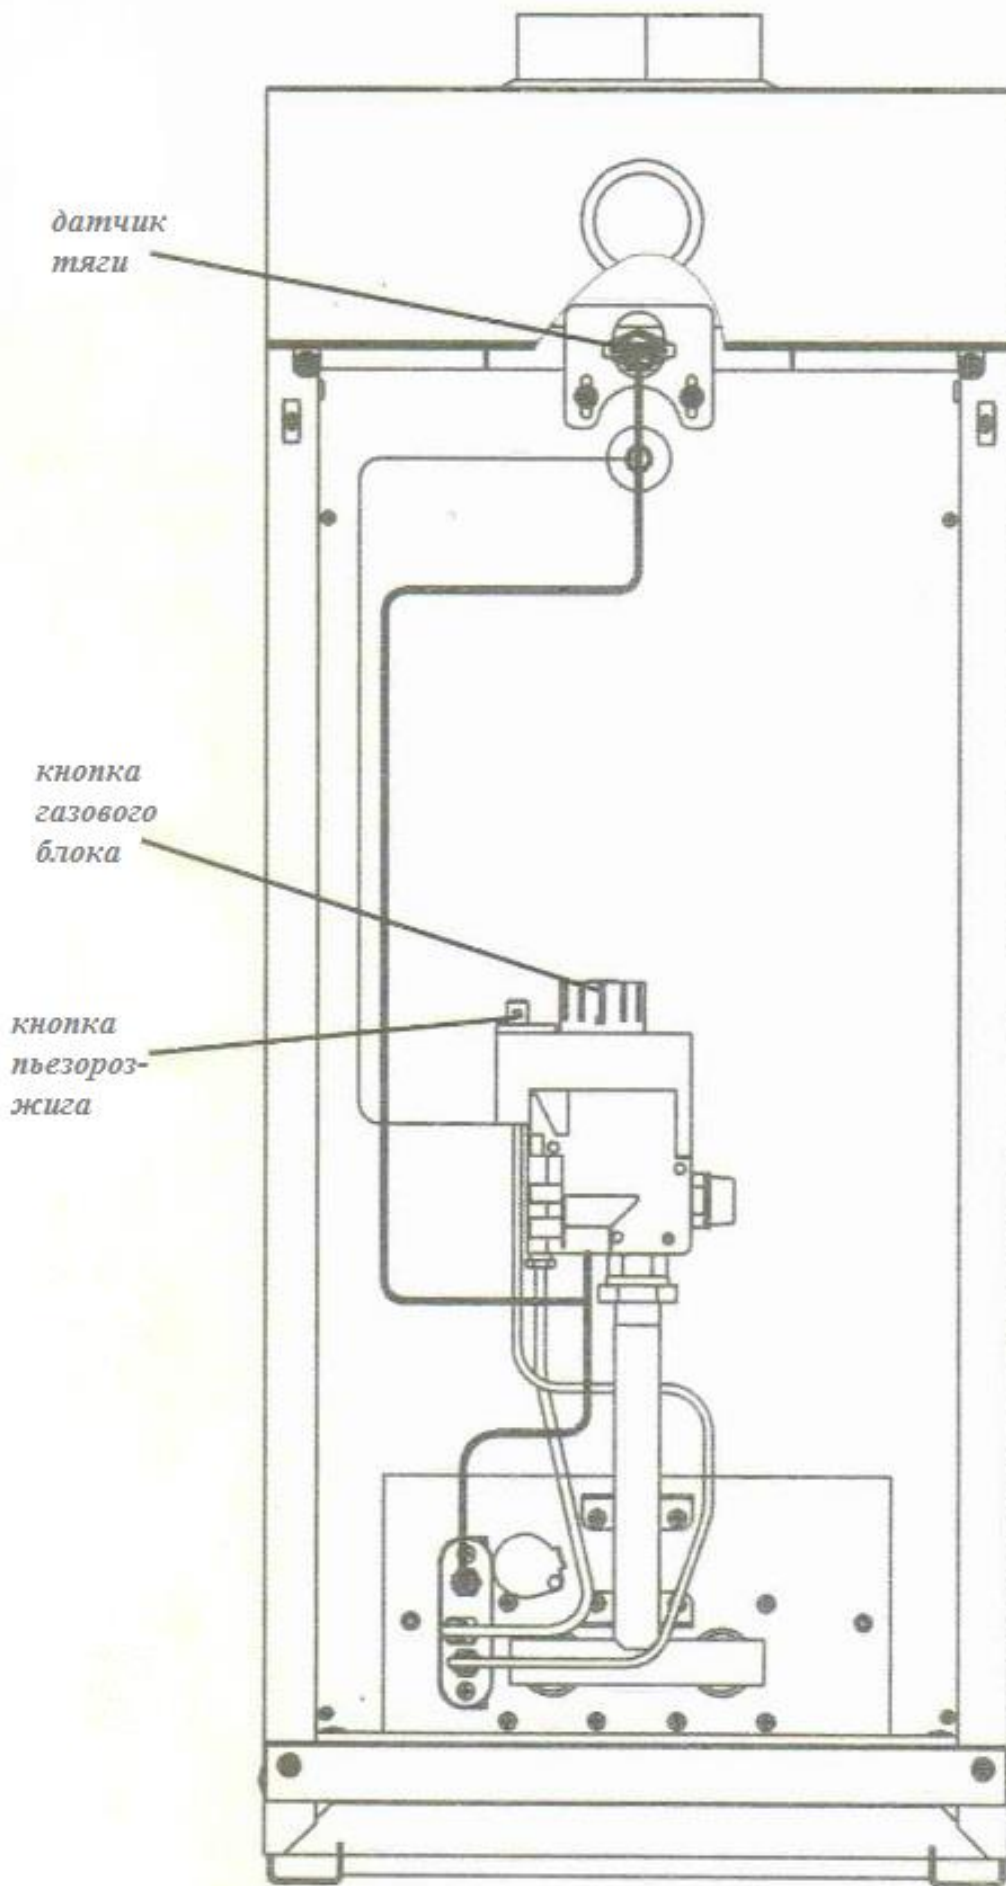

Рис.7. Особенности котлов Добрыня Классик 7,5; 10; 12,5; 16; 20 с газовым блоком 630 EUROSIT (дверца не показана).
8.2.3. Нажать на ручку до упора и, удерживая её, произвести 2-3 нажатия на кнопку пьезорозжига (см. рис.7). Допускается розжиг производить спичкой через смотровое окно.